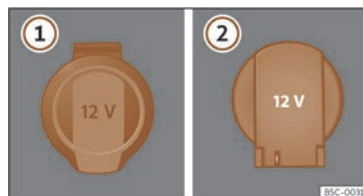

Fig. 141 Toma de corrente de 12 voltios: ① no interior do repousabrazos dianteiro, ② no maleteiro.
- Levante a tapa da toma de corrente >>> **fig. 141 ①**.
- Levante a tapa da toma de corrente >>> **fig. 141 ②**.